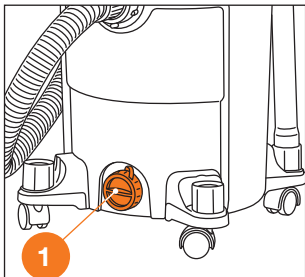
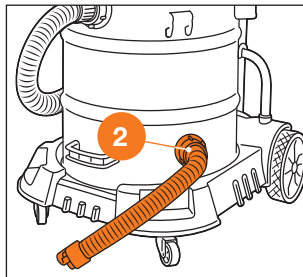

Рис. 17
Рис. 18
насадок. Не допускайте засорения насадок мусором. При достижении в баке уровня воды выше допустимого, поплавковый предохранительный клапан перекрывает всасывающее отверстие (звук работающего пылесоса изменяется). Немедленно выключите пылесос и отключите от питающей сети. Подставьте подходящую емкость, открутите сливную пробку ① и слейте жидкость DAVC 2514S / 2516S / 6025S (Рис. 17) для модели DAVC 6030S откройте сливную пробку, опустите шланг ② и слейте жидкость (Рис. 18).